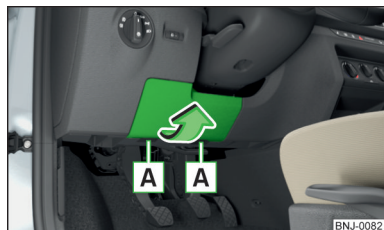

Fig. 201
- Quitar la cubierta de la caja de fusibles» fig. 201 en el sentido de la flecha.